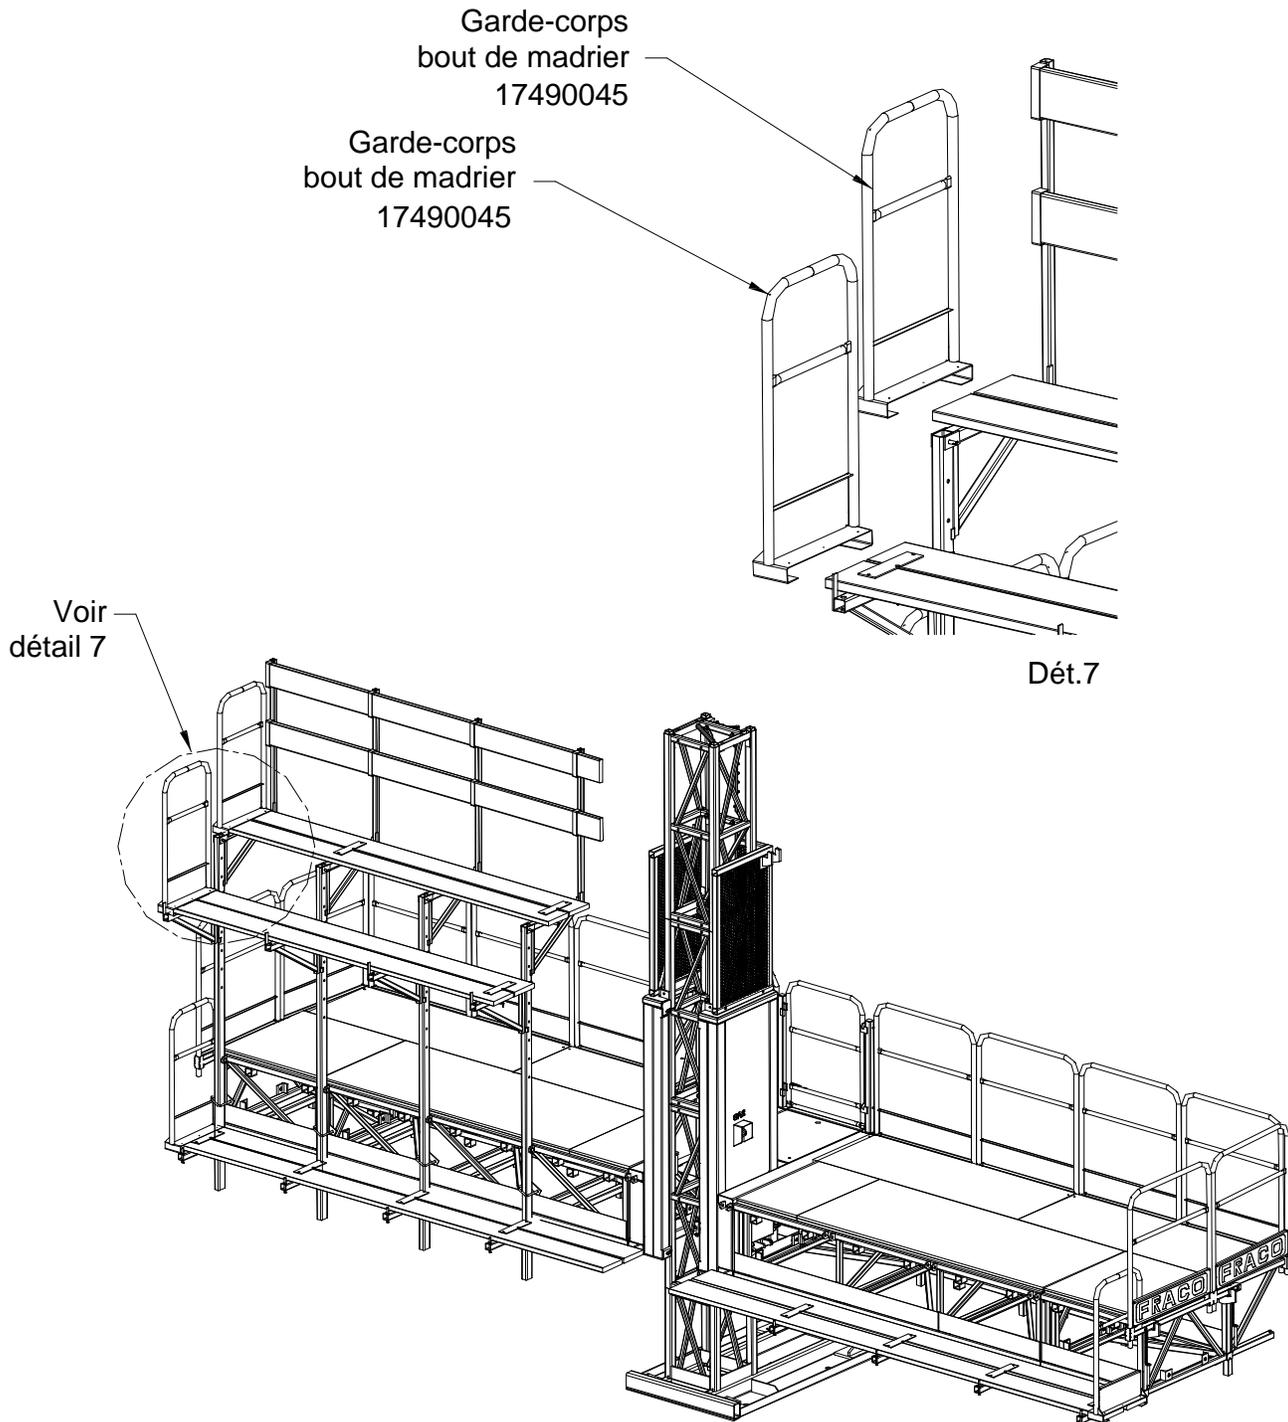

Fig.5
- 1-Installer des garde-corps de bout de madrier sur les extrémités des supports de travail intérieur. (Fig.5, Dét.7)